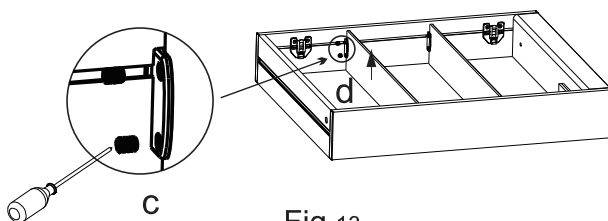

Fig. 13
4.2. Rimuovere le 4 viti (c) dalle staffe del ripiano e rimuovere il vetro del ripiano (d), Fig. 13.